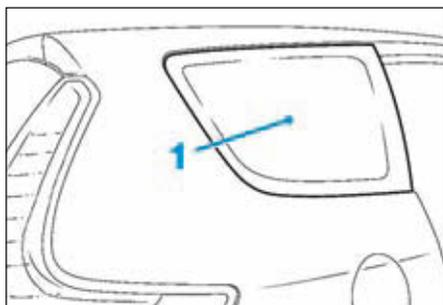

FIG.2
- Déposer la vitre de custode (1) (Fig.2).